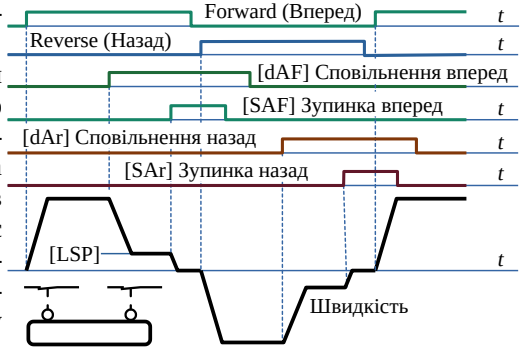

Рисунок 8.9: Позичіонування з довгим кулачковим упором
3. Довжина кулачкового упору настільки велика, що после зупинки в крайньому положенні обидва кінцевих вимикачі замкнуті (рис. 8.9). В процесі зворотного руху спочатку розімкнеться кінцевий вимикач зупинки, а потім – сповільнення.